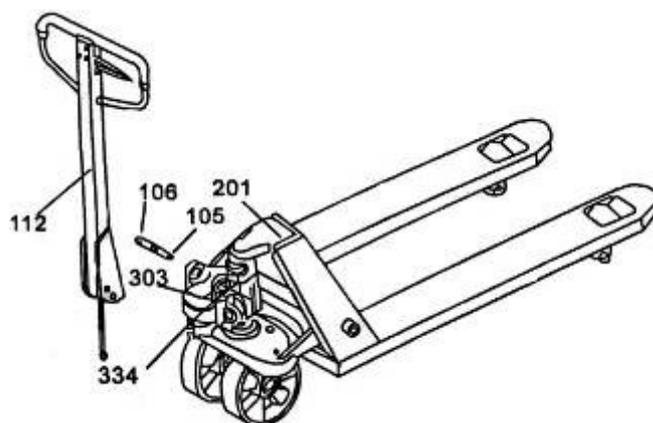

Рис.1
Затем вдавите рукоятку до пружинного ограничителя (334) (смотрите рисунок 1).